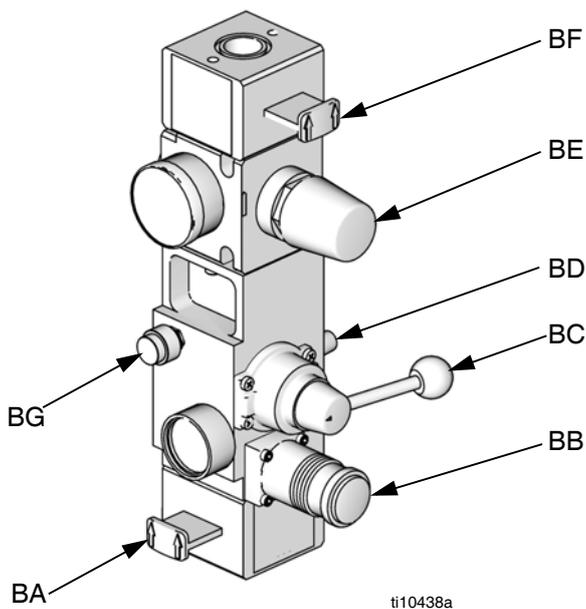

FIG. 3. Modulo del comando pneumatico integrato
| G Comandi pneumatici integrati (vedere FIG. 3)   | U Valvola di drenaggio della linea dell'aria (non fornita)            |
- G Comandi pneumatici integrati (vedere FIG. 3)
2. **Per comandi pneumatici D200s, D200, S20 e D60:** vedere FIG. 3, pagina 12.
- a. Chiudere la valvola a guida del motore pneumatico (BF) e la valvola a guida dell'aria principale (BA).
- c. Far girare a impulsi su e giù la valvola direzionale (BC) per spurgare l'aria dai cilindri del pistone.